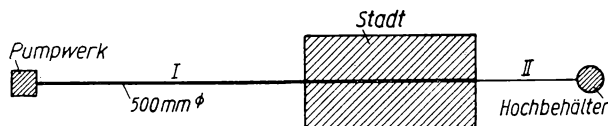

Bild 8
31. Das Pumpwerk für die Wasserversorgung einer Stadt liefert stündlich  $580 \text{ m}^3$  Wasser in gleichmäßiger Arbeit durch die  $500 \text{ mm}$  weite Rohrleitung I (Bild 8) zur Stadt. Jenseits derselben ist ein auf dem Berge angeordneter Hoch-